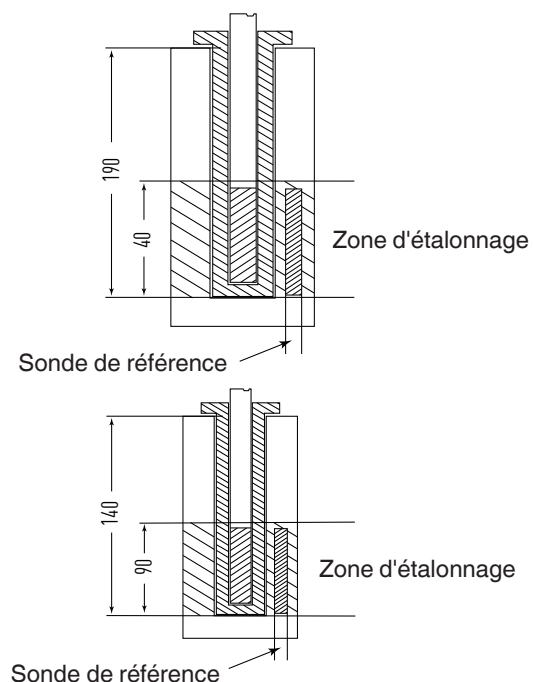

Figure 3
- Les deux sondes de température doivent être aussi proches que possible l'une de l'autre (voir figure 3).